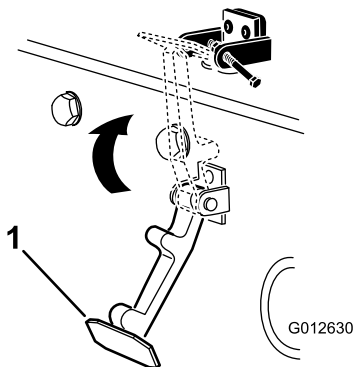

Figura 6
6. Enganche el cierre en el cerradero del capó (Figura 6).